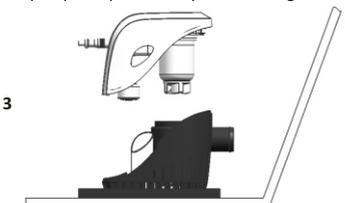

Figura 3
- Limpando a câmara do tanque / bomba, mantenha pressionados os dois lados da fivela e a bomba pode ser executada. (Veja figura 3)